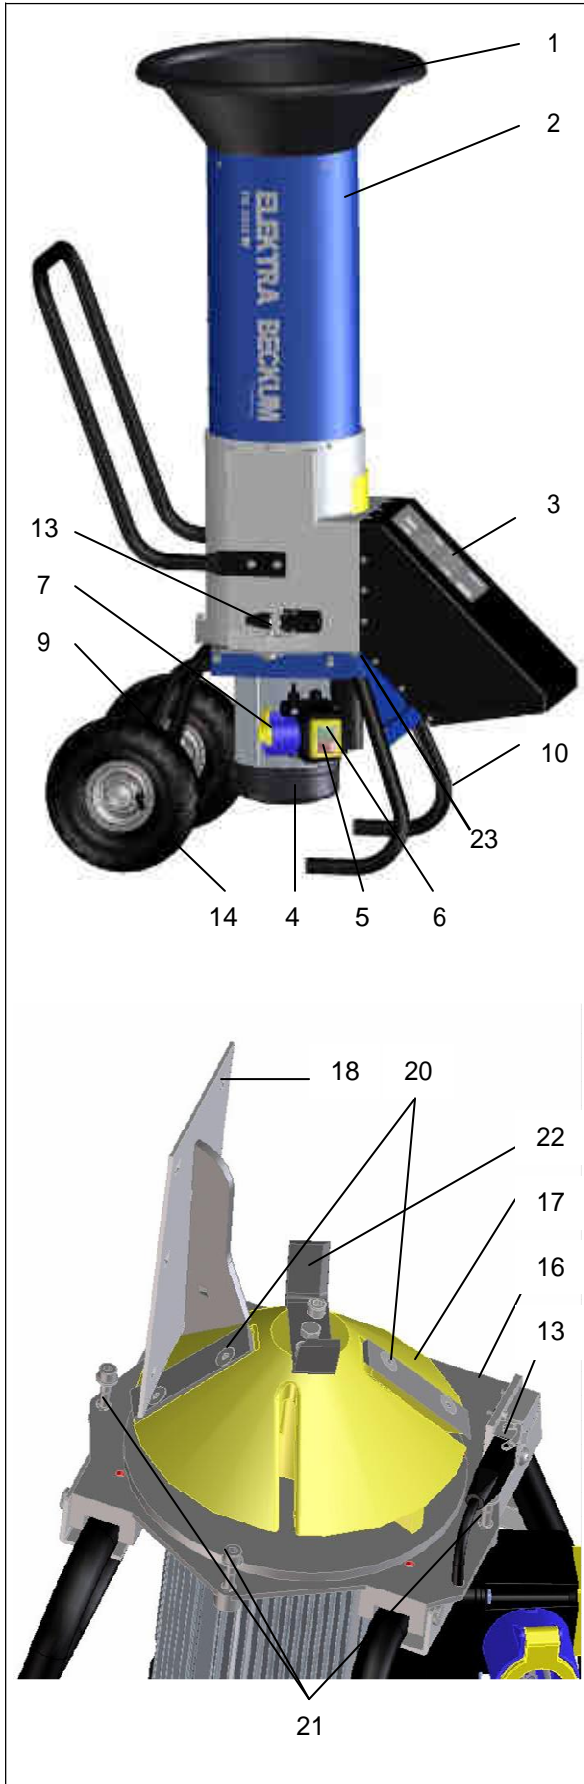

Bild 1: Wichtige Bestandteile des Häckslers
Die in Bild 1 dargestellten Bauteile haben folgende Funktion:
- Keine nasse Erde in den Einfüllzylinder (→ Bild 1, [2]) geben!
- Kein Material, das härter als Holz ist (z. B. Glas, Metall, Stein), in den Einfüllzylinder (→ Bild 1, [2]) geben!
① Achten Sie darauf, dass der Häcksler auf einer ausreichend ebenen Fläche steht und die Räder, wie auch die vorderen Stützen, einen festen Stand haben.
• Den Häcksler nur mit fest montiertem Einfülltrichter (→Bild 1, [1]) und Einfüllzylinder (→Bild 1, [2]) in Betrieb nehmen. Kontrollieren Sie den festen Sitz der Schrauben (→Bild 1, [21]).
• Die Wiederanlaufsperrung (→Bild 1, [13]) nicht demontieren oder untauglich machen.
• Wenn der Motor eingeschaltet ist, niemals in den Einfüllzylinder (→Bild 1, [2]) hineingreifen oder schauen.
• Wenn der Motor eingeschaltet ist, niemals in den Auswurf (→Bild 1, [3]) hineingreifen oder schauen.
2. Für den Netzanschluss (→ Bild 1, [7]) ein geeignetes Netzkabel bereithalten, z. B. Gummi-Verlängerungsleitung (→ Abschnitt 7.).
- Der Einfüllzylinder (→ Bild 1, [2]) ist mit allen 3 Schrauben (→ Bild 1, [21]) fest montiert.
- Im Einfüllzylinder (→ Bild 1, [2]) befindet sich kein Material. Der Motor kann frei drehen.
3. Richtung des Auswurfs (→ Bild 1, [3]) so wählen, dass das zerkleinerte Material problemlos ausgeworfen werden kann und keine Gefährdung darstellt.